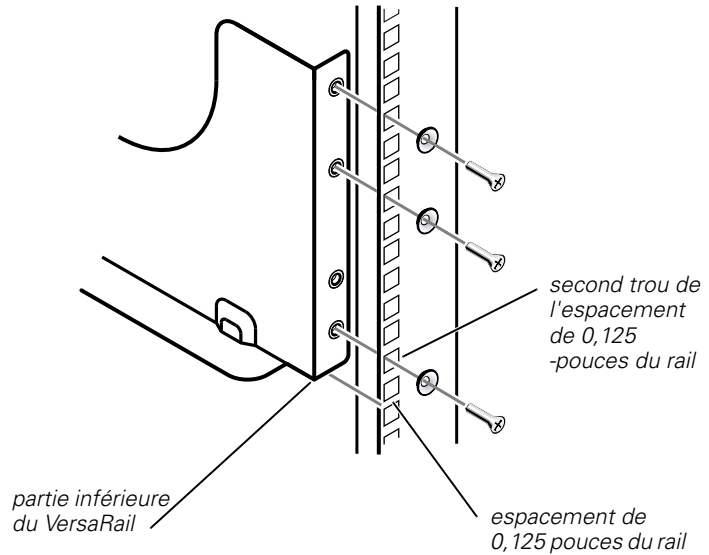

Figure 2-2. Alignement du VersaRail
2. Faites correspondre le VersaRail avec le rail vertical avant (voir la Figure 2-2).
3. Positionnez la bride de fixation du VersaRail contre la face interne du rail vertical avant du rack, afin que la partie inférieure du VersaRail soit alignée sur l'espacement de 0,125 pouces sur le rail vertical avant (voir la Figure 2-2).
REMARQUE : Vérifiez que vous utilisez bien les trous de montage, comme le montre la Figure 2-2 pour assujettir l'avant des VersaRails sur le rack. Le second trou de montage dans la partie inférieure du VersaRail permet de fixer votre système au rack.